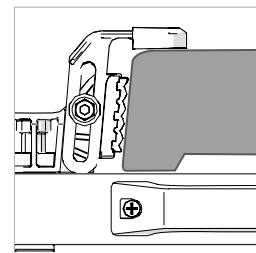

Fig. 19
Wenn Ihr Sägesockel KEINE Lippe hat, die unter der Klemme hervorsteht, MUSS die Sekundärklemme angebracht werden, um den Sockel von oben zu sichern. (Abb. 19)
- Falls erforderlich, justieren Sie die sekundären klemmen für eine verbesserte positive Positionierung und zusätzlichen Halt auf der Oberseite des Kappsägesockels. (Abb.19) Ziehen Sie diese mit dem mitgelieferten Sechskantschlüssel fest.